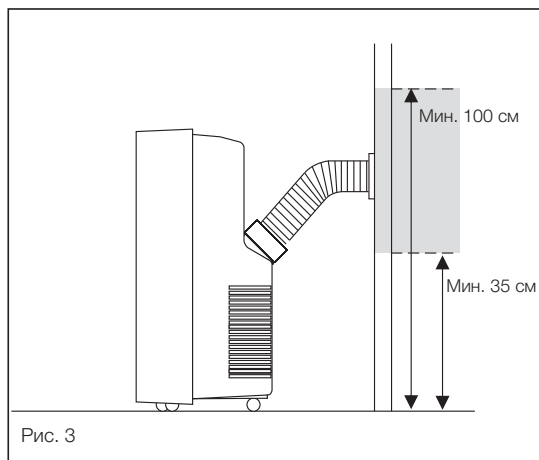

Рис. 3
- Вставьте другой конец шланга во фланец на стене, как показано на Рис. 3.